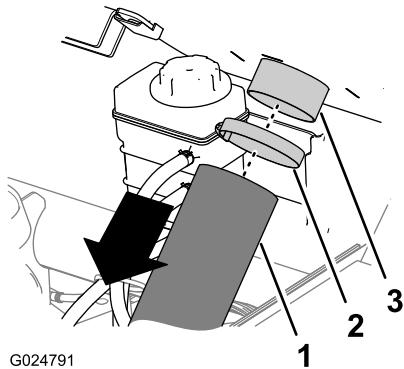

Figura 10
1. Retire la abrazadera que sujeta el conducto de refrigeración de la CVT a la brida de admisión de la CVT, en la parte trasera del panel del ROPS en el lado del pasajero (Figura 10).
2. Retire el conducto de refrigeración de la CVT de la brida de admisión de la CVT (Figura 10).